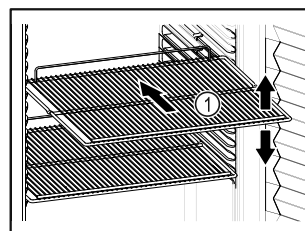

Fig. 84 Simbolična slika
- ☐ Če je odlagalna rešetka Fig. 84 (1) premična, jo prilagodite po višini.